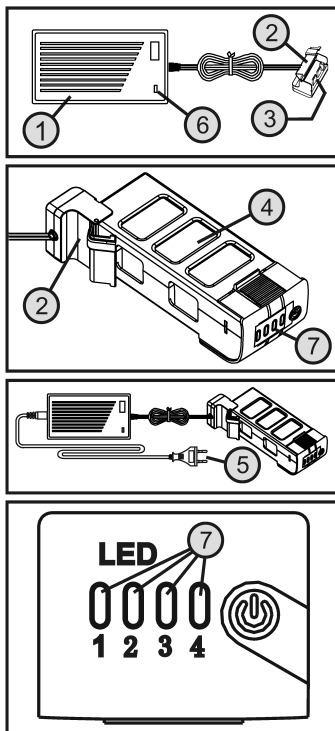

Figura 3
Collegare l'accumulatore (4) all'adattatore di ricarica come indicato nelle due immagini centrali della figura 3.